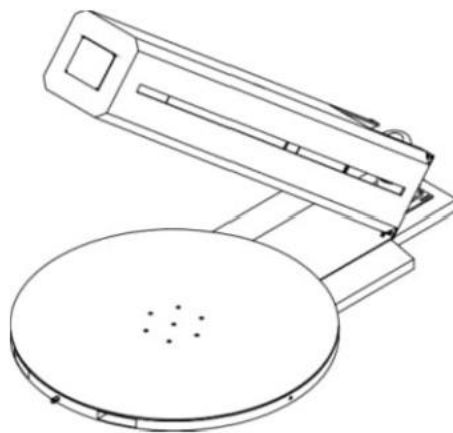

图2-10
- 2). 将立柱用起吊工具竖起后，一人扶持，以保持其垂直位置，另一人用4颗M10 的螺丝紧固在底座相应位置上。如图2-10所示。